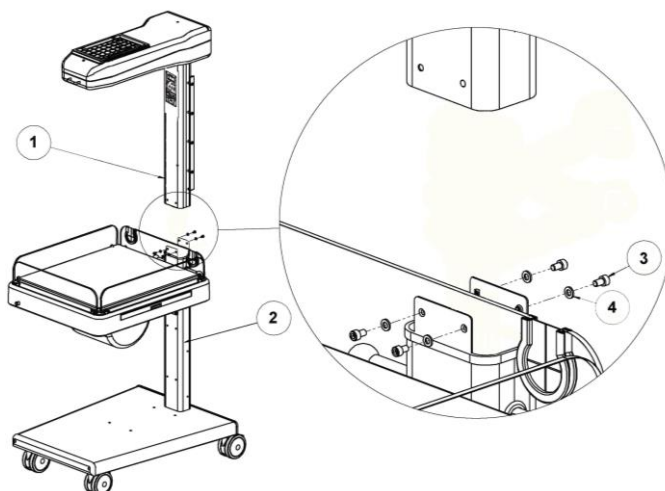

Figura 54 - Esquema de montagem
- 2 - Fixar as duas colunas (1 e 2), utilizando os quatro parafusos (3) de fixação com suas arruelas (4), conforme figura 54.